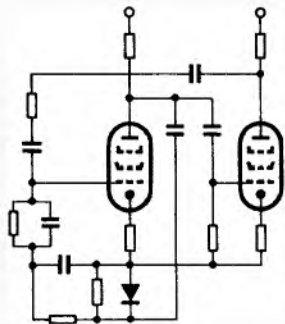

Bild 7. Amplitudengrenzung. Verwendung einer Röhre mit Regelcharakteristik
2.2.3 Steilheitsregelung (Bild 7)
konstante wiederum ist die Siebung unzureichend, es kommt die erzeugte Frequenz in unerwünschter Weise auf das Regelgitter. Die richtige Dimensionierung ist dann schwierig, wenn der Abstand zwischen tiefster Arbeitsfrequenz und Gleichspannung nur gering ist. Deshalb wird die Regelspannung vorzugsweise dem Gitter zugeführt, wo ein etwa vorhandener Wechselspannungsrest gegenkoppelnd wirkt. In Bild 7 ist daher die Regelspannung nicht von der Anode der Röhre II, sondern von der der Röhre I abgenommen.
Bild 7. VORTAC-Station Fulda auf 112,9 MHz. Entsprechend ausgestattete Flugzeuge können ihre Richtung zu und die Entfernung von dieser Station automatisch ermitteln. Foto: SEL
den konnten. Deren Verfahren läuft unter dem Namen *Taccan (tactical air navigation)* und ermöglicht gleichzeitige Richtungs- und Entfernungsmessung (Rho-Theta-Navigation, wobei ρ die Entfernung, θ die Richtung bezeichnen). Es arbeitet im Dezimeterwellenbereich 960...1215 MHz, in dem 126 Taccan-Kanäle mit 1 MHz Abstand untergebracht sind. Zur Entfernungsmessung wird im Bordanzeiger die Zeitdifferenz zwischen einem Frageimpuls des Bordsenders und der automatischen Antwort der Bodenstation ausgewertet. Für die Richtungsbestimmung werden die Phasendifferenzen der von der Bodenstation ausgesandten Impulse gemessen und mit Bezug auf „Mißweisend Nord“ (d. h. den magnetischen Nordpol) sichtbar gemacht. Die Anlagen liefert Standard Elektrik Lorenz (Bild 7). Der Name VORTAC setzt sich aus VOR und TAC(an) zusammen.